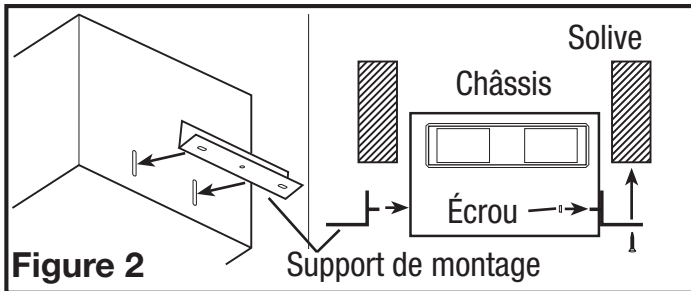

Figure 2
- Si les supports de montage ne sont pas déjà en place, installez les deux supports à travers l'ensemble des fentes de haut sur le boîtier du ventilateur et fixez en place avec les quatre écrous inclus comme indiqué. Centrez le boîtier du ventilateur entre les solives et fixez les supports de montage avec des vis (non incluses) à la solive. Ajustez la hauteur du boîtier de sorte qu'il soit en affleurement avec le plafond fini en desserrant les écrous du support de montage et le boîtier coulissant vers le haut ou vers le bas sur le support. Serrez complètement les quatre écrous pour fixer le boîtier en place (Figure 2).